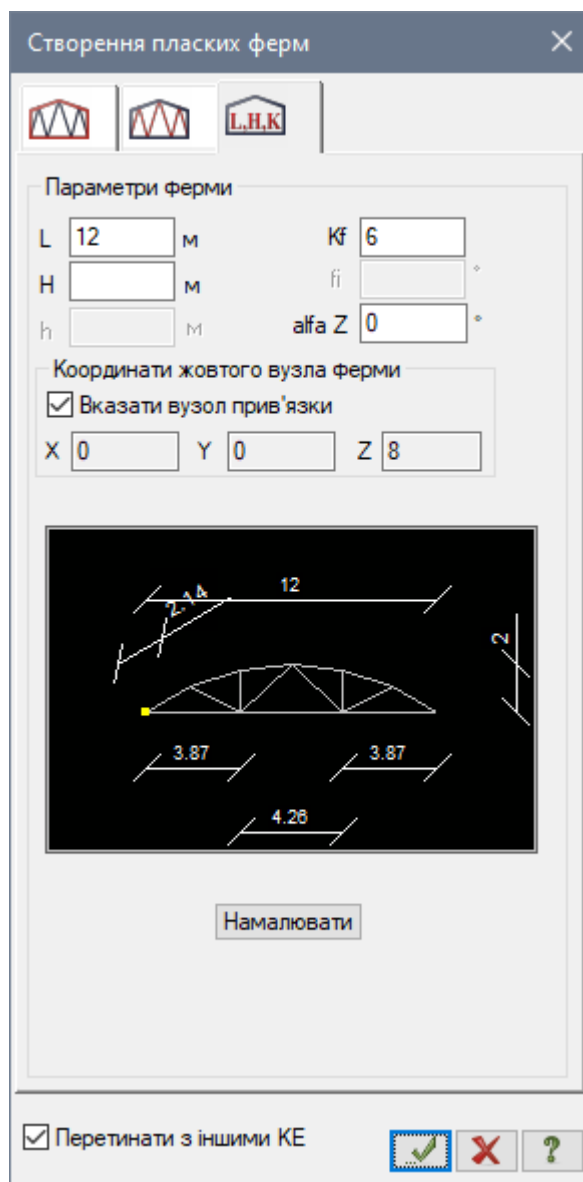

Рис. 3.7. Діалогове вікно Створення плоских ферм
- Після цього задайте параметри ферми (рис. 3.7):